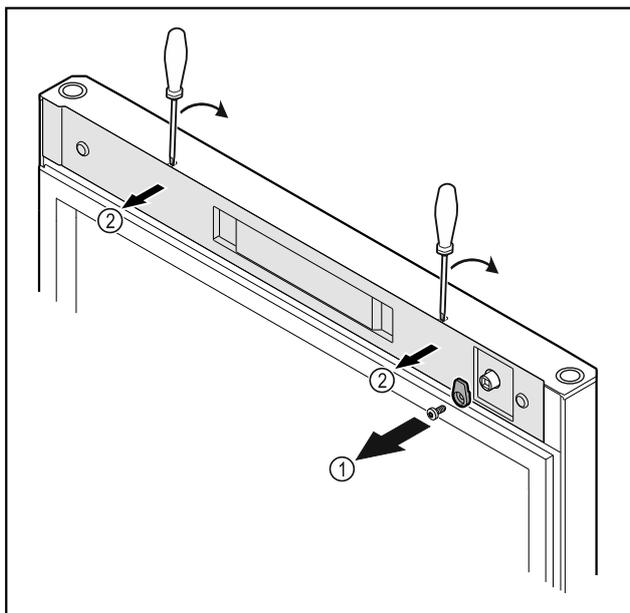

Fig. 18
- ▶ Развийте затварящата кука Fig. 18 (1).
- ▶ Откопчайте капака Fig. 18 (2) с малка отвертка и го свалете.